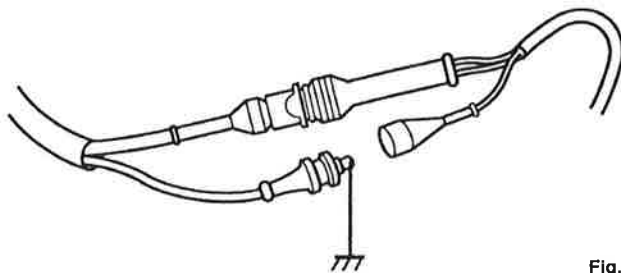

Fig. 2
### Contrôle du circuit en boucle fermée (Fig. 2)
- Mettre le câble de signal du calculateur d'injection à la masse (voir Fig. 2).